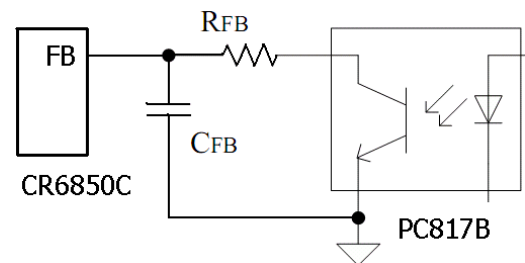

图 1.7.2 FB 低通滤波器
3) . 当系统工作在满载的情况下, 如果系统出现可听及的异音时, 请检查系统是否工作正常, 如果你确认无误, 请检查芯片的 FB 端的电压波形是否较平滑, 如果发现较大的干扰请检查系统的 PCB layout 是否合理, 对于较小的干扰可通过外加滤波网络进行抑制, 如图 1.7.2 中的  $R_{FB}$  及  $C_{FB}$  组成的低通滤波器, 这里  $R_{FB}$ ,  $C_{FB}$  的取值不宜过大, 比如  $47\Omega$ ,  $1000PF$ ; 根据系统的实际情况,  $R_{FB}$  可以为  $0\Omega$ 。 $R_{FB}$ ,  $C_{FB}$  的取值会影响系统的环路稳定, 一般  $C_{FB}$  的取值建议要  $\leq 4700PF$ 。